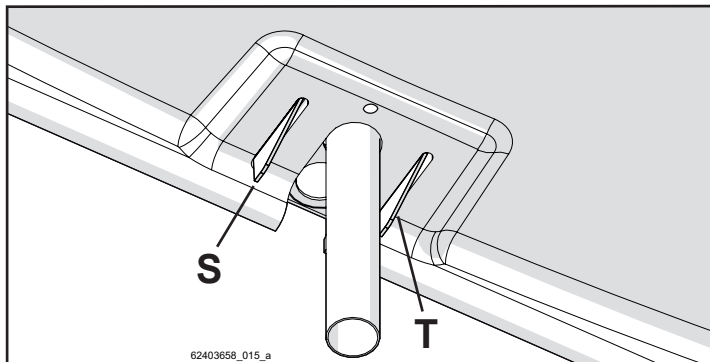
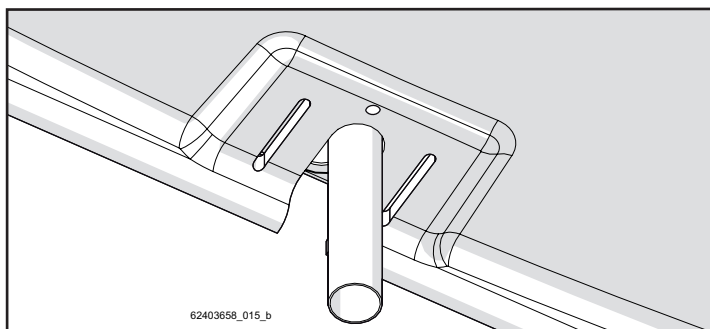

Figura 5-77
Figura 5-78
- Effettuare una pressione con le mani in corrispondenza delle aree indicate dalle frecce mostrate in fig 5-76; passando dalla posizione dei due fazzoletti "S" e "T" mostrata in figura 5-77, alla posizione in figura 5-78;